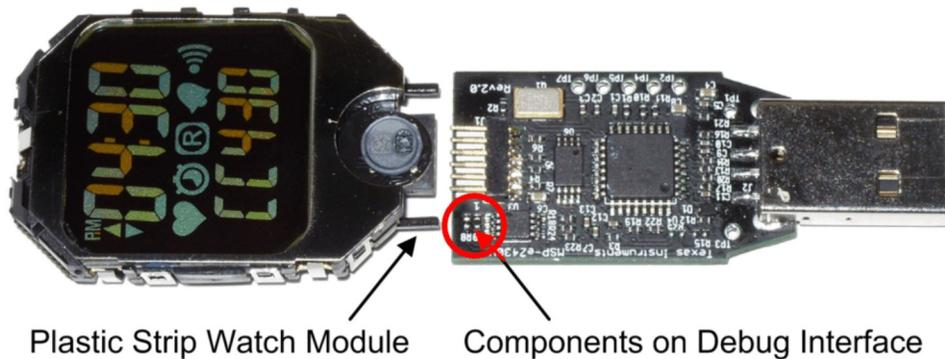

图 4-3. 连接到 eZ430-RF 调试接口的 eZ430-Chronos 手表模块
- 将手表连接至仿真器。手表模块和 USB 连接器必须在印刷电路板的同一侧，如图 4-3 所示。当连接手表模块时应小心，这是因为其上的小塑料条会卡在仿真器的组件上。